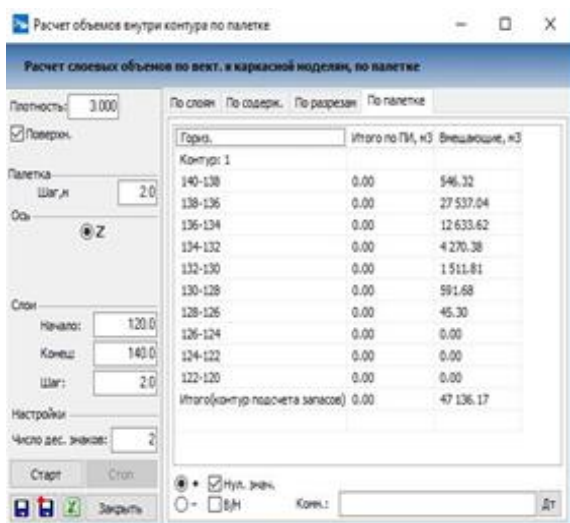

Рис. 10.5. Расчет объемов вскрыши внутри контура
5.5. В диалоговом окне **Расчет объемов** задайте шаг палетки **2 м**, шаг слоя **10 метров**, Начало **120**, Конец **140** и нажмите **Старт**. Результатом расчета станет объем вскрыши (рис. 10.5).